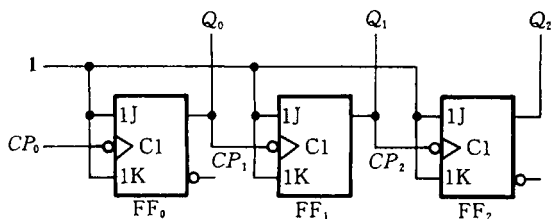

图 T7
1. 图 T7 所示异步时序电路，JK 触发器由 TTL 门电路构成，试画出 Q_0 、 Q_1 、 Q_2 端的输出波形，说明逻辑功能。设触发器的初始状态为 $Q_0 Q_1 Q_2 = 000$ 。